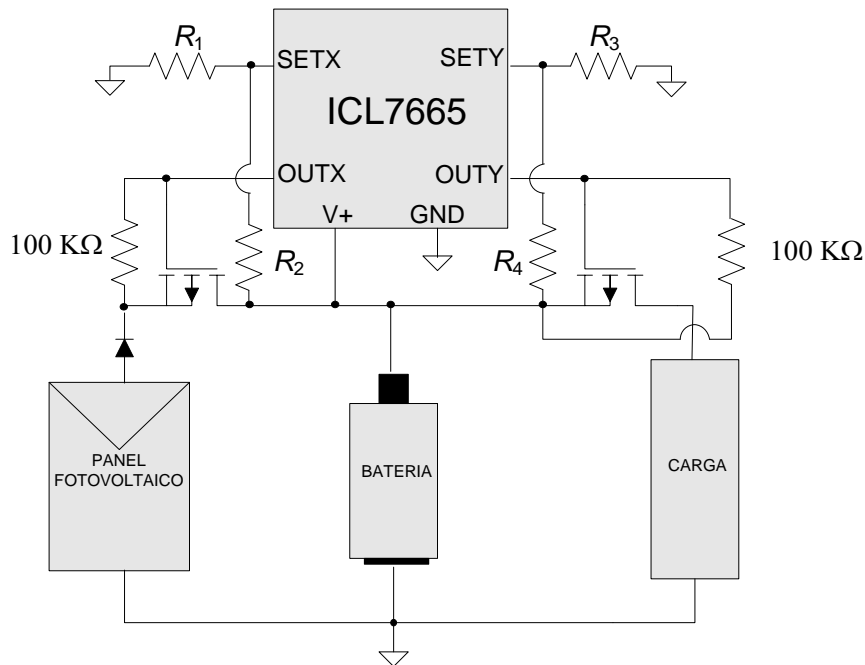

Figura 6 . Esquema del circuito de protección con el ICL7665
Además de los terminales de alimentación, el ICL7665 dispone de dos terminales de entrada SET1 y SET2, y cuatro terminales de salida OUT1, OUT2, HYST1 y HYST2. Mientras que OUT1 y HYST1 dependen de SET1, las salidas OUT2 y HYST2 dependen de SET2. En un principio, tal y como se muestra en la Figura 6, utilizaremos una de las parejas SETX/OUTX (X puede ser 1 o 2) para el control del MOSFET que limita la carga de la batería y los terminales SETY/OUTY (Y puede ser 2 o 1) para el control de la descarga.
8. Considerando que se han elegido  $SET_Y = SET1$  y  $OUT_Y = OUT1$  en el circuito de la Figura 6, determinad qué relación deben cumplir las resistencias  $R_3$  y  $R_4$  para que la tensión mínima descarga sea  $V_{min} = 3,2$  V. Considerad que ambas resistencias están en serie ya que la corriente de entrada al terminal  $SET_Y$  es despreciable.
9. Considerando que se han elegido  $SET_X = SET2$  y  $OUT_X = OUT2$  en el circuito de la Figura 6, determinad que relación deben cumplir las resistencias  $R_1$  y  $R_2$  para la tensión de máxima carga sea  $V_{max} = 3,8$  V. Considerad que ambas
10. Considerando que el terminal de puerta del transistor está aislado por un dieléctrico, se puede modelar eléctricamente como una capacidad entre puerta y fuente. Teniendo esto en cuenta, explicad por qué si no se utiliza la resistencia de  $100\text{ k}\Omega$  del esquema de la Figura 6, el transistor pasa a conducción cuando  $V_{\text{BAT}} > V_{\text{min}}$  pero no retorna inmediatamente a conducción en caso contrario. ¿Qué función tiene esta resistencia?